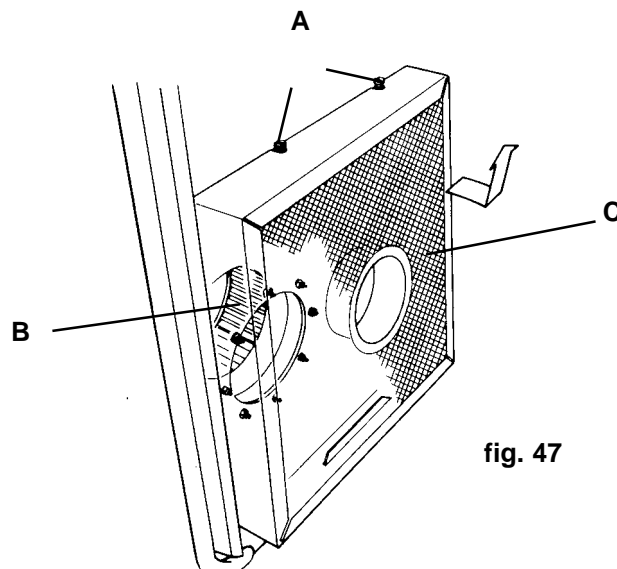

fig. 47
- Remove air intake filter (fig. 47/C) by loosening the screws (fig. 47/A) (At the same time clean the filter).
- Remove the fluff build up on the air extractor blades (fig. 47/B).
- Extraer el filtro de aspiración (fig.47/C) aflojando los tornillos (fig.47/A) (aprovechar para realizar una limpieza exhaustiva del filtro).
- Eliminar la deposición de borra en las palas de la turbina (fig.47/B).
- Enlever le filtre d'aspiration (fig. 47/C), en desserrant les vis (fig. 47/A) (en même temps effectuer un nettoyage complet du filtre).
- Eliminer les fibrilles des volets de la turbine (fig. 47/B).